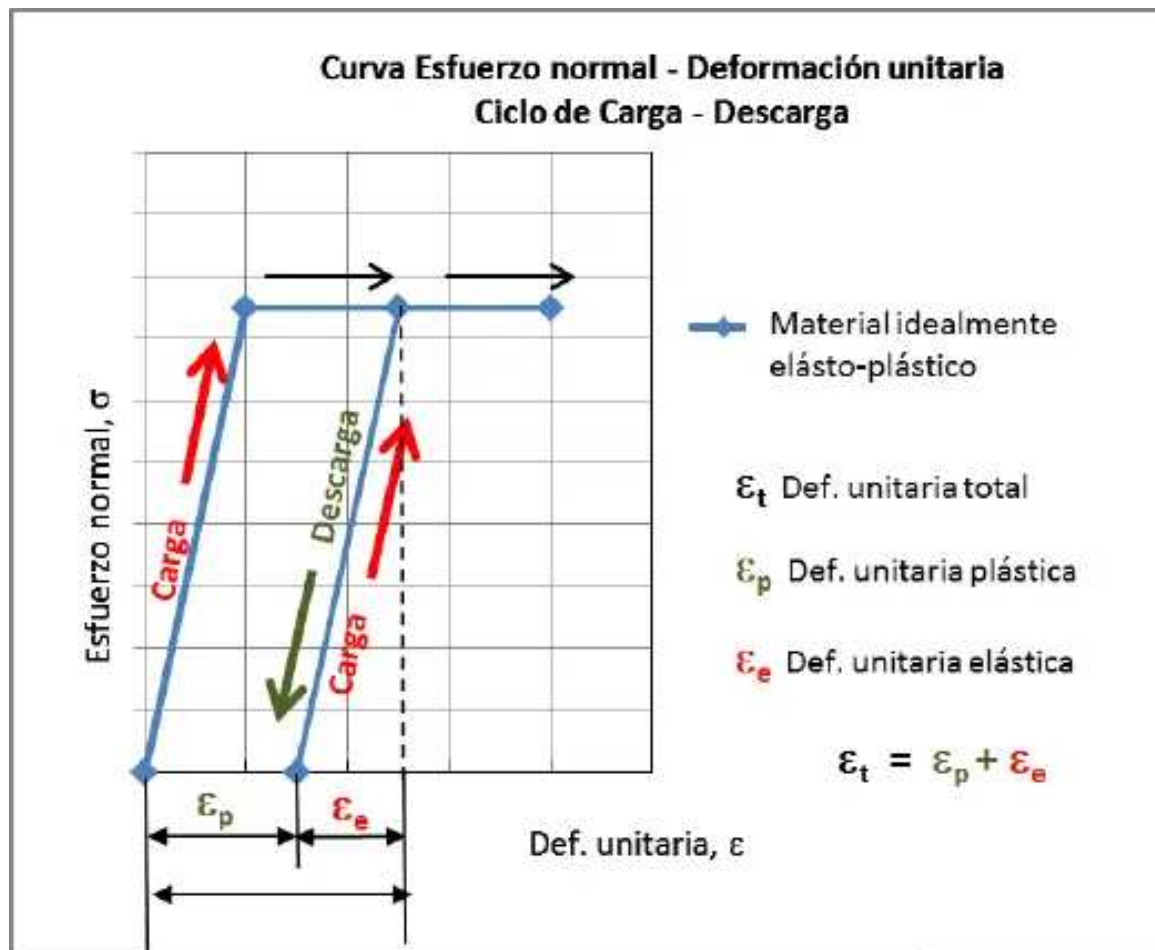

Figura 5. Curvas de ciclo y descarga en material idealmente elasto-plástico.
- k) **Material idealmente elasto-plástico** es aquel que presenta ambos comportamientos: elástico cuando el esfuerzo aplicado es menor al punto de límite de elasticidad, y plástico cuando al rebasar este límite las deformaciones son inmediatas. El material presenta tanto deformaciones elásticas ϵ_e (recuperable) como plásticas ϵ_p (permanente), figura 5.